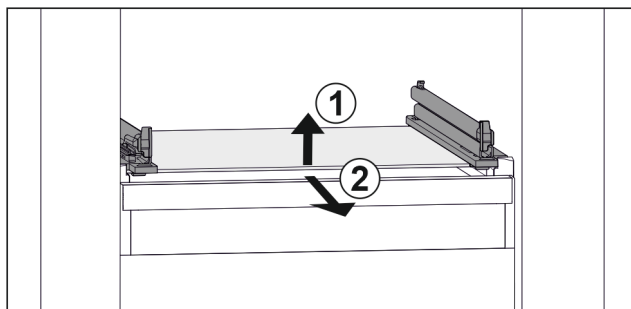

Fig. 97 Reprezentare exemplificativă a plăcii de sticlă
- ▶ Ridicați placa de sticlă din față. Fig. 97 (1)
- ▶ Extrageți placa de sticlă spre înainte. Fig. 97 (2)